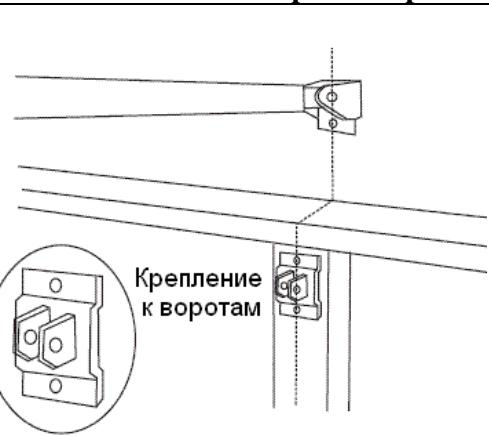

Рис. 8
- 1) Закройте ворота, продлите центральную линию (центр крепления передней части рельса) на полотно ворот. Укрепите кронштейн крепления к воротам, как показано на рис. 8.